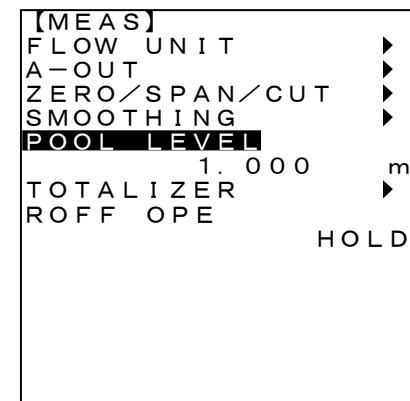

図4-11
- (4) <ENT>キーを押し設定値を決定します。(図4-11)